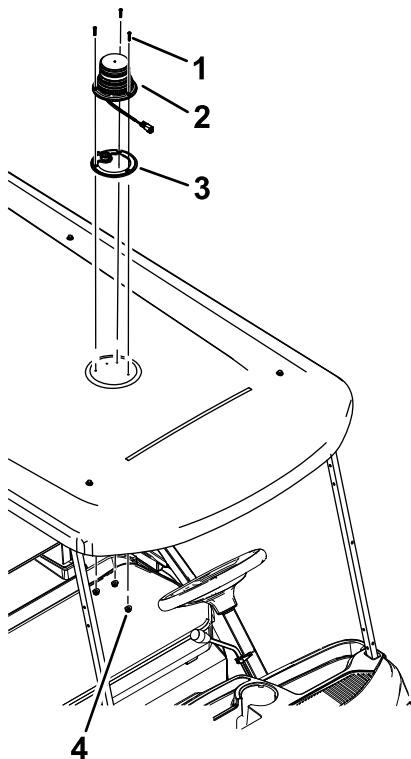

Рисунок 2
3. Наложите прокладку сверху навеса (Рисунок 2).
4. Проложите соединительный разъем маячка через отверстие диаметром 22 мм и прикрепите маячок 3 винтами (№ 10 x 1 дюйм) и 3 контргайками (№ 10) к навесу. См. рис. Рисунок 2.